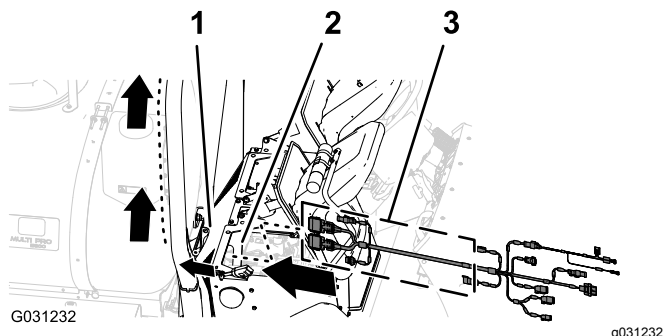

Figura 133
1. Disponete la diramazione da 390 cm del cablaggio dati sul lato destro del vano motore (adiacente al filtro dell'aria del motore) e indietro, sotto l'area inferiore destra della copertura del motore posteriore (Figura 133).